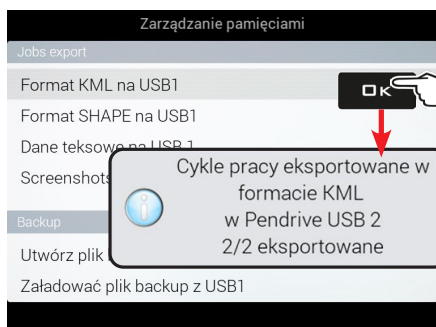

Fig. 287
- Wybrać pozycję **Format KML na USB 1** (Fig. 287) i nacisnąć **OK**.